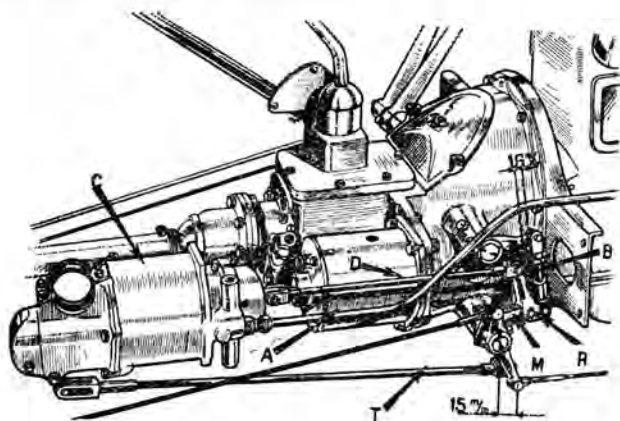

Fig. 7. — Commandes du servo-frein.
**Réglage des commandes du servo-frein.** — Les freins étant réglés comme il vient d'être dit et la pédale de frein étant relevée au maximum (fig. 7).